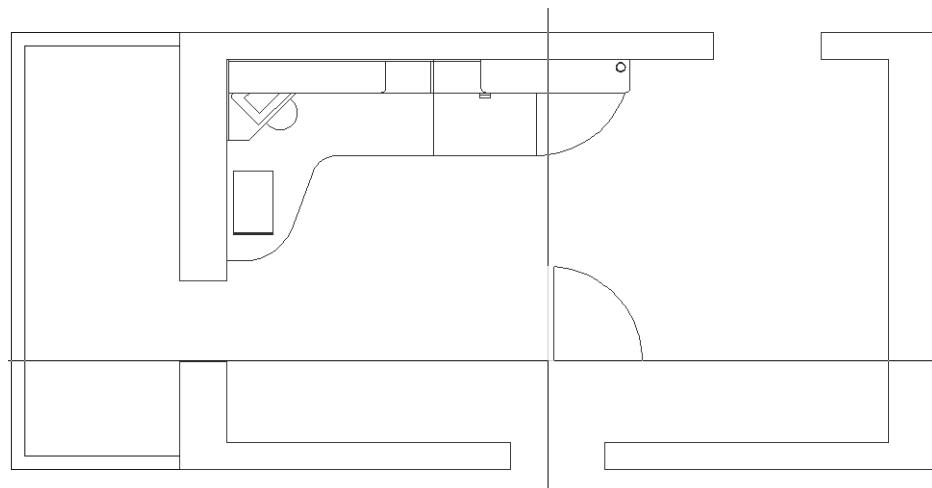

Рис. 7.12 ▼ Вставка ссылки на блок **Дверь 700** в чертеж
5. Рядом с указателем-перекрестьем появится изображение двери с контуром ее распаха, причем блок будет «приkleен» к указателю-перекрестью именно той точкой, которую мы выбрали в качестве базовой (рис. 7.12). Обратите внимание на командное окно – AutoCAD предлагает в нем выбрать точку вставки. Подведите указатель-перекрестье к точке подвеса двери (верхняя точка левой вертикальной линии дверного проема шириной 700 мм) и щелкните для захвата координат этой точки, используя режим привязки **Конточка** (Endpoint).